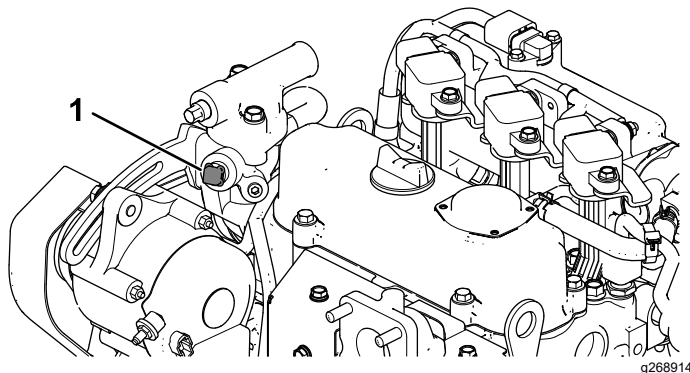

Figura 12
- A. Retire o tampão da caixa do termostato (Figura 12).